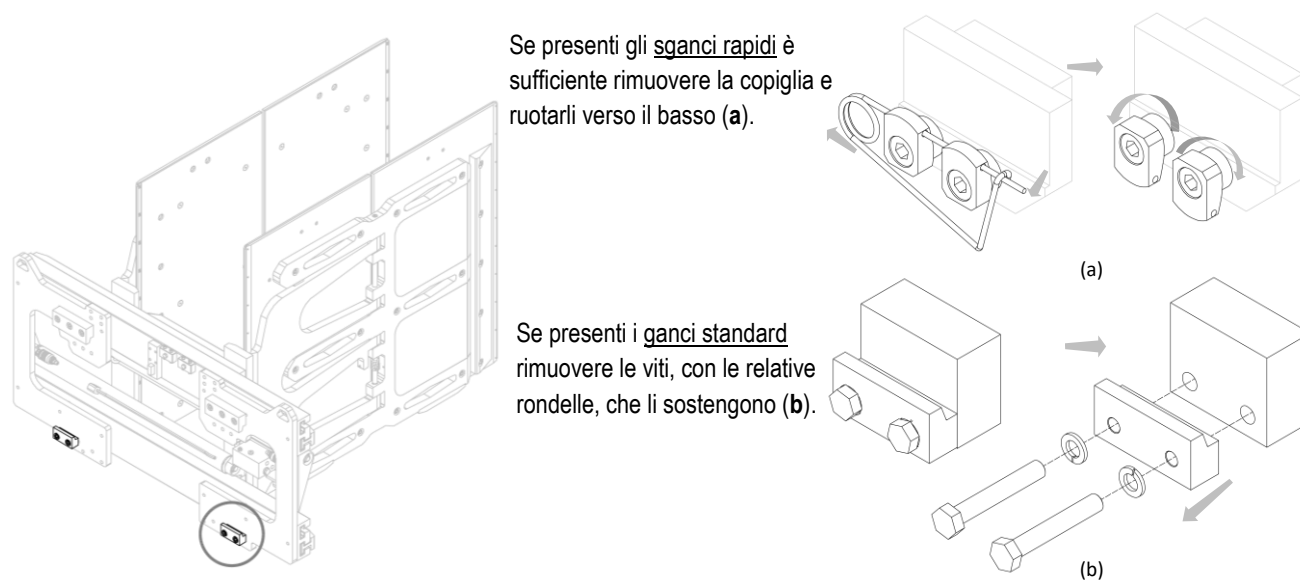

Figura 2
4. Rimuovere i ganci inferiori dall'attrezzatura (vedi Figura 2).